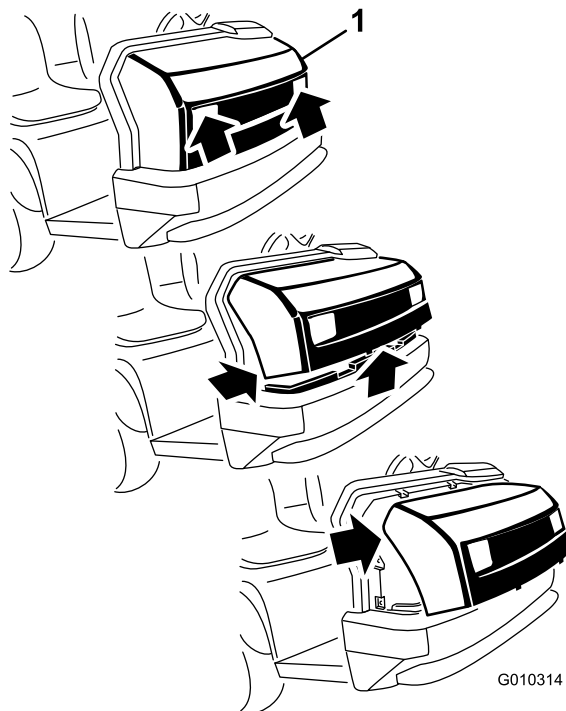

Figure 45
1. Saisissez le capot par les ouvertures des phares et soulevez-le pour dégager les pattes de fixation inférieures des fentes du cadre (Figure 45).
de fixation supérieures des fentes du cadre (Figure 45).
3. Faites pivoter le haut du capot en avant et débranchez les connecteurs des fils des phares (Figure 45).
2. Insérez les pattes de fixation supérieures dans les fentes du cadre (Figure 45).
3. Insérez les languettes de montage inférieures dans les fentes du cadre (Figure 45).